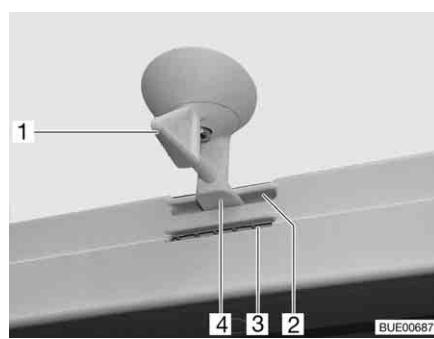
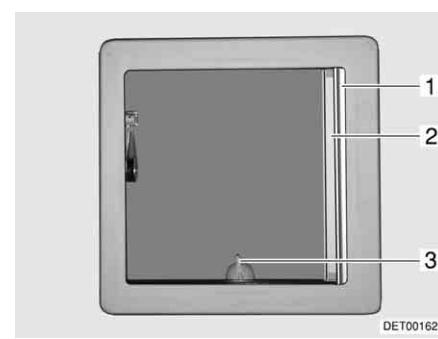

Fig. 38 Oblò inclinabile, bloccaggio
Fig. 39 Oblò inclinabile
- Ruotare la leva (Fig. 38,1 o Fig. 39,3) di un quarto di giro.
- Girare la leva di un quarto di giro. Il bloccaggio (Fig. 38,4) deve entrare nella feritoia inferiore (Fig. 38,3).
- Girare la leva di un quarto di giro. Il bloccaggio (Fig. 38,4) deve entrare nella feritoia superiore (Fig. 38,2).
- Tirare la tendina oscurante pieghevole (Fig. 39,1) fino alla posizione desiderata e rilasciare. La tendina oscurante pieghevole rimane in questa posizione.
**Chiusura:** ■ Estrarre la zanzariera a rullo (Fig. 39,2) fino a quando non scatta il blocaggio dalla parte opposta.